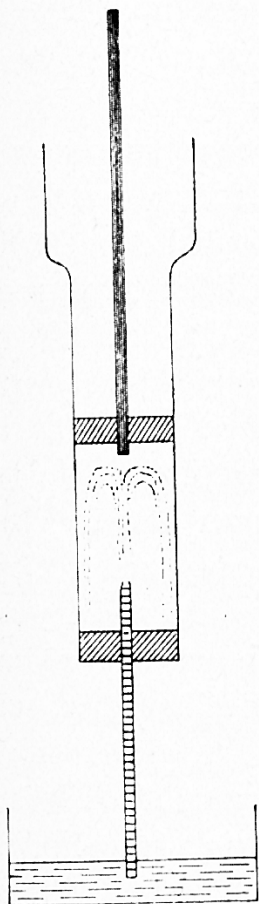

Abb. 59. Wirkung des Luftdruckes.
6. Versieh nach Abbildung 59 einen Lampenzylinder mit einem Kolben und einem durchbohrten Kork! Führe durch dessen Bohrung eine Glasröhre! Das im Zylinder befindliche Ende derselben ist zugespitzt. Tauche das weitere Ende der Glasröhre in ein Gefäß mit Wasser und ziehe den Kolben empor! Durch den äußern Luftdruck wird das Wasser in einem Strahle in den Zylinder getrieben. (Hahn.)